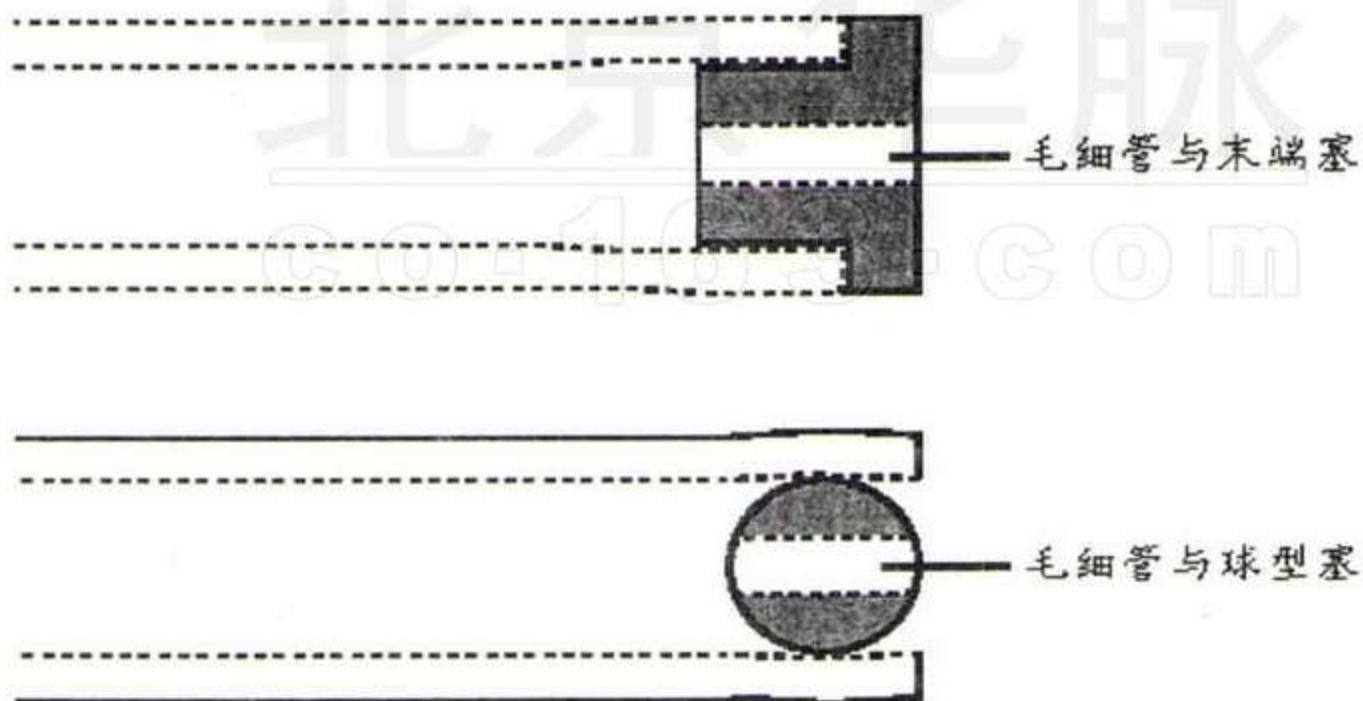

图 17：毛细管末端塞。
4. 为了保持采样网络的平衡，每根管道的末端要求有一个 2 毫米的采样孔。可选择在管道口使用末端塞。见下图（图 17）